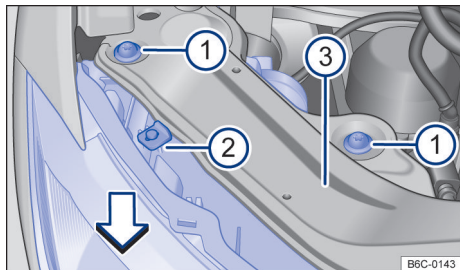

Fig. 128 No compartimento do motor: parafusos de fixação do farol dianteiro.
- Remover os parafusos de fixação → Fig. 128 ❶ com o auxílio de uma chave torx.
- Mover o farol para frente, no sentido da seta → Fig. 128, até que os dois cliques da parte inferior desencaixem e possibilite a remoção do farol.
- Desencaixar o conector de alimentação, para remover totalmente o farol → ❶.
- Recolocar o farol cuidadosamente até que os dois cliques inferiores encaixem e o batente superior → Fig. 128 ❷ encoste no suporte do farol ❸.
- Recolocar os parafusos de fixação ❶ na carcaça do farol.
- Pressionar o farol contra o batente central superior ❷ e apertar os parafusos ❶ com a chave torx.